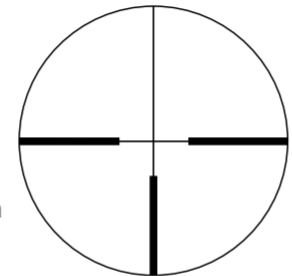
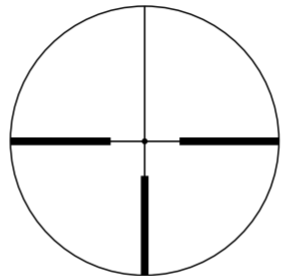

Fig. 3-1
Fig. 3-2
(1) Enfoque
- ① Mire a través del ocular colocando el ojo a unos 10 cm (4 pulg.) de distancia del ocular para ver la retícula núm. 4 (Aleman 4) (Fig. 3-1) o la retícula iluminada núm. 4 (Aleman 4) con punto (Fig. 3-2). Asegúrese de colocar el ojo con la alineación y distancia entre el ojo y el ocular correctos; de lo contrario, «no verá nada».
- ② Apunte el extremo de la mira telescópica al cielo (NO apunte al sol) o a una pared lisa y sin dibujos.
- ③ Gire el ajuste del ocular en sentido contrario a las agujas del reloj y, a continuación, gírelo en el sentido de las agujas del reloj hasta que la retícula aparezca nítida.